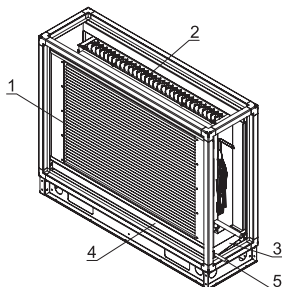

Рисунок 15
Воздухоохладитель (рис. 15) представляет собой теплообменник (1) с медными трубками и алюминиевыми ребрами. Патрубки коллекторов выполнены под пайку. Теплообменник (1) и каплеуловитель (2) установлены на специальные направляющие и образуют разборную конструкцию, позволяющую демонтировать их по отдельности. В корпусе секции так же установлен поддон (3) для сбора конденсата. Слив конденсата из поддона